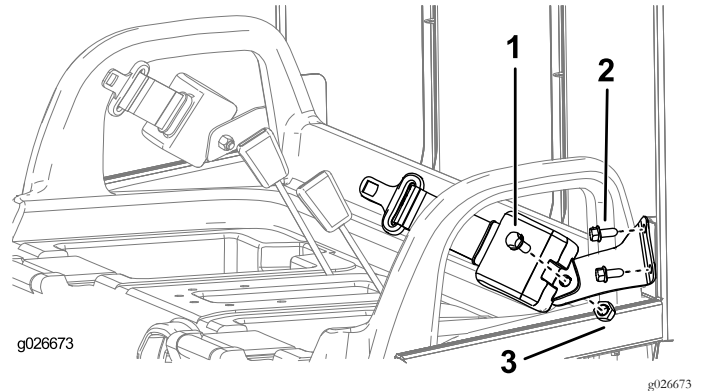

图8
1. 如图8所示用 2 个螺栓 3/8 英寸将安全带支架安装到各个 ROPS 凸耳上。
3. 如图8所示用螺栓 7/16 英寸和螺母 7/16 英寸将各个安全带总成的伸缩端安装到各个安全带锚栓支架。